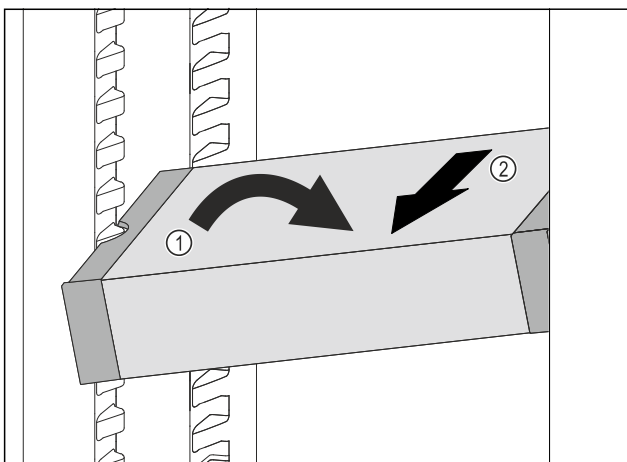

Fig. 64
- ▶ Встановити VarioSafe під кутом в охолоджувальному відділенні. Fig. 64 (1)
- ▶ Витягнути VarioSafe вперед. Fig. 64 (2)